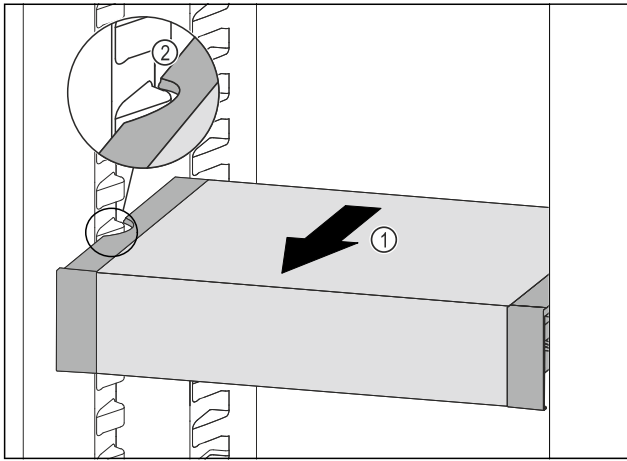

Fig. 184
- Tirer le VarioSafe vers l'avant Fig. 184 (1) jusqu'à ce que les encoches latérales du VarioSafe se trouvent au niveau de la nervure du bac dans la partie réfrigérateur. Fig. 184 (2)